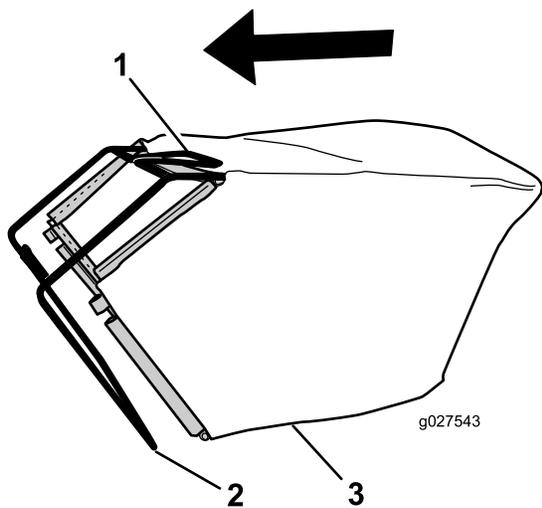

Figura 8
1. Coloque el recogedor sobre el bastidor, según se muestra en la Figura 8.
**Nota:** No coloque el recogedor sobre el manillar (Figura 8).